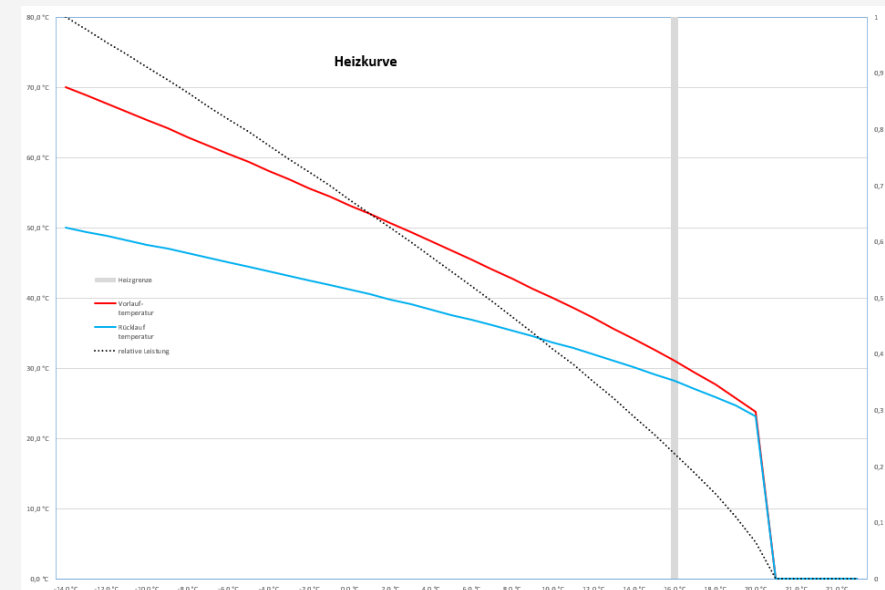

Abb. 4
- Abb. 4: Quelle: Berliner Energieagentur GmbH